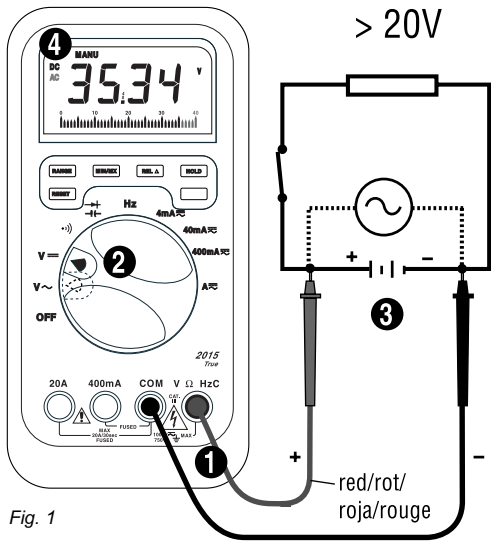

Fig. 1
## DC AND AC VOLTAGE MEASUREMENT (See Fig. 1)
❶ Connect test leads as shown in figure 1. ❷ Turn function switch to Vac ( $\sim$ ) or Vdc ( $==$ ). ❸ Touch Probe tips across voltage source (in parallel with circuit). ❹ Voltage value will appear on Digital Display along with the voltage polarity (DC – positive implied).
## **D • Gleich- und Wechselspannungsmessung (siehe Fig. 1)**
## **E • Medidas de tensión CC y CA (vea Fig. 1)**
## **F • Mesure de Tensions CC et CA (voir fig. 1)**
❶ Connectez les câbles comme indiqué en figure 1. ❷ Placez le sélecteur sur VDC (===) ou VAC (∩). ❸ Connectez les pointes de touche au circuit – en parallèle avec la source de tension. ❹ Lisez la valeur.